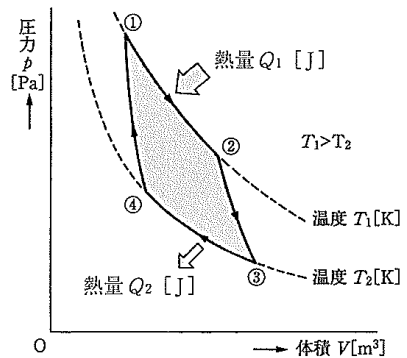

図9
図9に示すカルノーサイクルにおいて、①～②の状態変化は、[ア]とよばれ、①の気体に温度 T_1 [K]の高温熱源から熱量 Q_1 [J]を加えていくと、気体は[イ]を保って②にいたる。②～③の状態変化は、[ウ]とよばれ、②で熱量 Q_1 [J]の供給を断たれたあと、気体は[エ]変化をしながら③まで膨張して仕事をする。この仕事は、気体がもつ内部エネルギーを消費して行われるために、気体の温度は、低温熱源の温度 T_2 [K]まで低下する。③～④の状態変化は、[オ]とよばれ、③で膨張を終えた気体は、低温熱源に熱量 Q_2 [J]を捨てながら温度 T_2 [K]を保って[カ]変化し、④まで[キ]する。④～①の状態変化は、[ク]とよばれ、④で熱エネルギーの出入りを断たれた気体は、外部から仕事を受けて、断熱変化をしながら収縮する。このため、気体の内部エネルギーが[ケ]して、温度は T_1 [K]へ上昇して、①へ戻る。